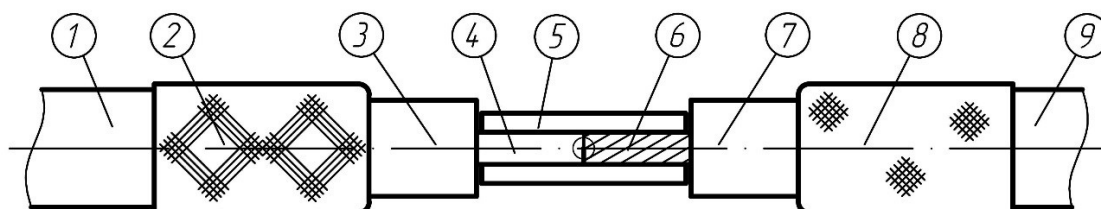

Рисунок 6.9.а
- зафиксировать соединяемые кабели как показано на рис. 6.9.а и прогреть трубку до оплавления олова внутри нее.